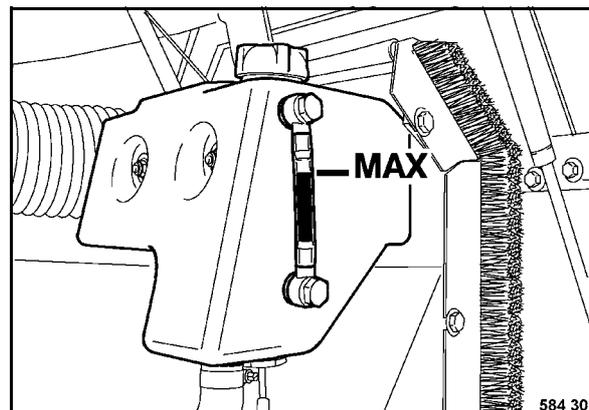

Рис. 180
- Отвинтить крышку (Рис. 180) на компенсационном бачке.